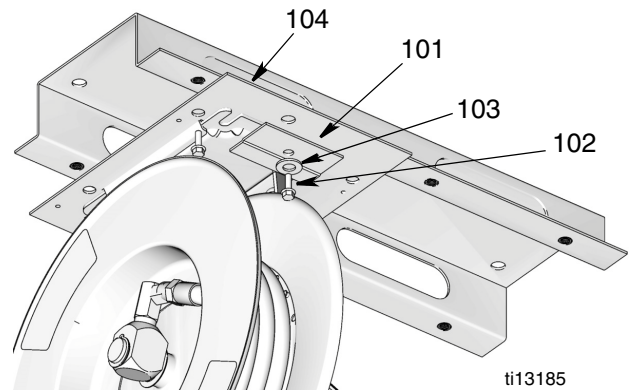

FIG. 17
3. Retirez la vis à tête (102), la rondelle (103) et le plateau de maintien (101). Ensuite, faites glisser l'enrouleur de flexible hors de l'embase (104) (FIG. 17).